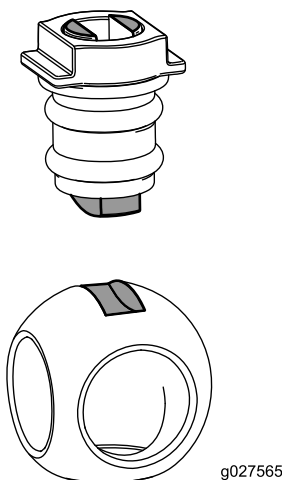

Figura 108
6. Introduza a bola no corpo da válvula (**Figura 108**).
Nota: A haste da válvula deve encaixar dentro da ranhura de acionamento da bola. Se a haste da válvula não encaixar, ajuste a posição da esfera (**Figura 108**).